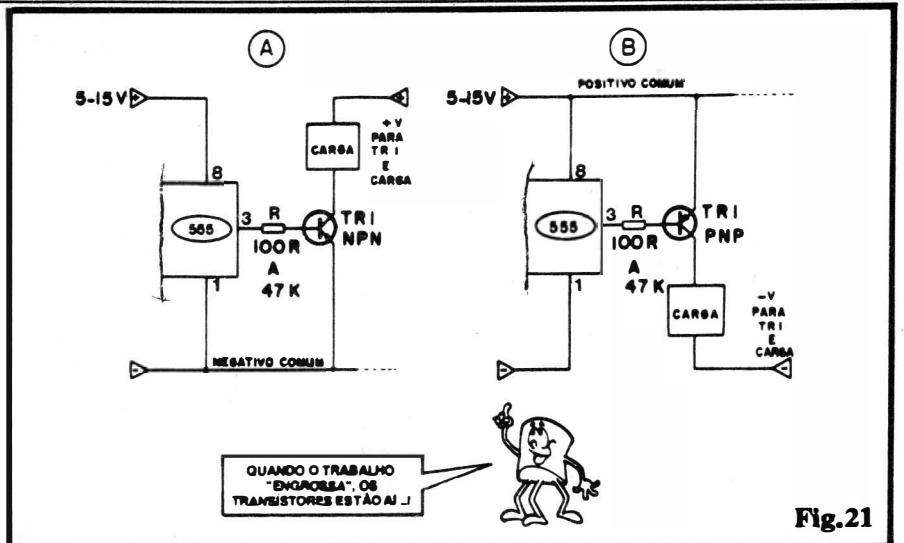

Fig.21
FIG. 21 - UM TRANSÍSTOR "AJUDANDO" A SAÍDA DO 555 - Existem, na prática, casos em que a carga final que pretendemos acionar com o MONOESTÁVEL 555 demande Corrente mais "brava" do que os 200mA máximos "fornecíveis" ou "engolíveis" pelo pino 3... Sem problemas! Basta meter no caminho um transístor com parâmetros convenientes, e pronto! No caso 21-A, temos a intervenção de um transístor bipolar NPN, cujas características de polarização farão com que a carga (no seu circuito de coletor) apenas seja energizada durante a Temporização, período em que a base de TR1 fica "positiva" via resistor "R". O valor ôhmico de "R" dependerá da requerida Corrente de base de TR1, a qual, a partir do ganho do dito transístor, possa gerar suficiente Corrente de coletor capaz de plenamente excitar a carga final (revejam O TRANSÍSTOR COMO AMPLIFICADOR - "Aulas" nº 6 e 7...). Observem que, embora obrigatório um percurso comum para a linha do negativo ("terra") da alimentação, nada impede que o conjunto transístor/carga seja alimentado por outra fonte (que não a que alimenta o 555...) oferecendo mesmo Tensão maior do que 15V... Em 21-B temos o aproveitamento de um transístor bipolar PNP, caso em que a carga, normalmente ativada, apenas será desenergizada durante a temporização.
- Até o momento, mesmo nos casos da fig. 21 (nos diagramas 20-C e 20-D a condição final é outra, uma vez que os contatos de utilização dos relés podem, perfeitamente - pela sua "independência" e capacidade - controlar cargas "pesadas" sob C.A.), ficou implícito que tudo (555 e circuitos anexos para os drivers de carga...) trabalhava sob energia em CC... É possível, entretanto, manejar "quase" diretamente cargas bem "bravas", que trabalhem sob C.A. de 110 ou 220V, com o 555 ajudado por componentes já conhecidos e estudados (rever "Aula" nº 10...): o SCR e/ou o TRIAC! Observem com atenção os diagramas/exemplos 22-A e 22-B, o primeiro com